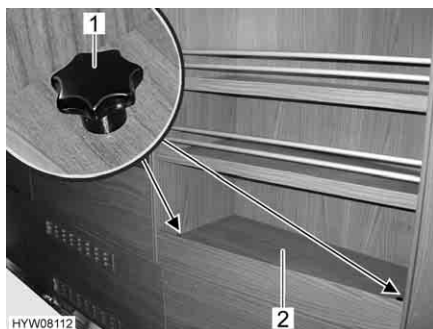

Fig. 203 Copertura dell'apertura per la pulizia sul serbatoio dell'acqua
- Svitare le viti a testa cilindrica zigrinata (Fig. 203,1).
- Rimuovere la copertura (Fig. 203,2).